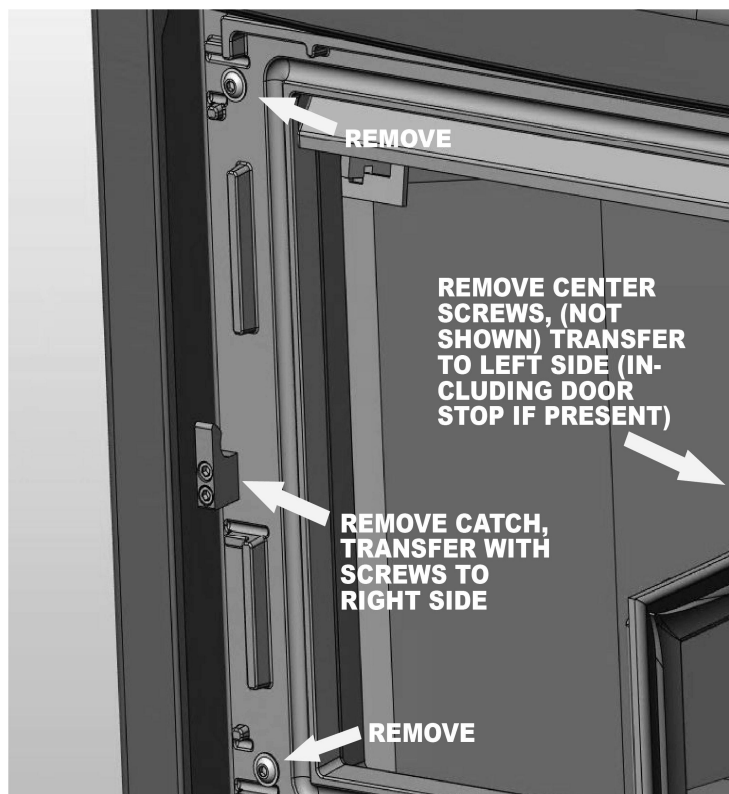

Figure 16 : Loquet de transfert et vis
**Étape 2:** À l'aide d'une clé hexagonale 5/32 (4 mm), retirez les vis supérieure et inférieure (voir figure 16) des trous du côté gauche où les charnières seront montées. Retirez le loquet de verrouillage. Conservez les vis pour boucher les trous lorsque les charnières et le loquet sont déplacés.
**Étape 7 :** Réinstallez le loquet d'où la butée de porte a été retirée. Utilisez les vis retirées à l'étape 2 pour boucher les trous taraudés d'où les charnières ont été retirées (Figure 16).